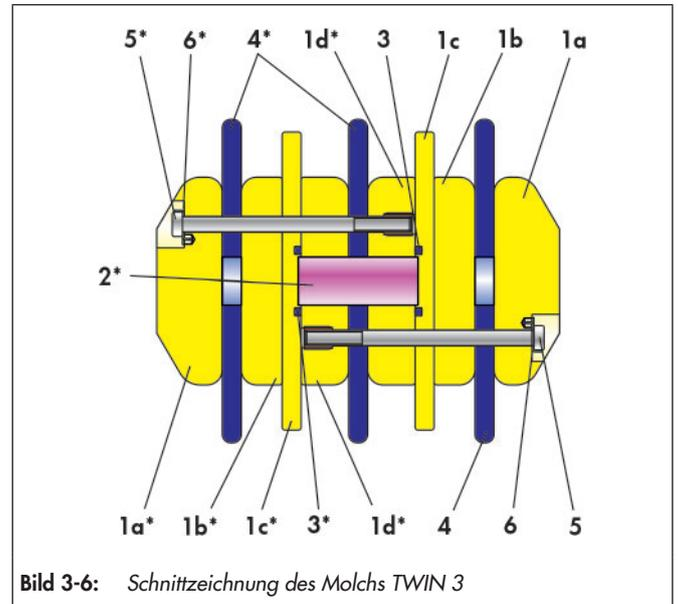

Bild 3-6: Schnittzeichnung des Molchs TWIN 3
Die in Bild 3-6 dargestellte Lage und Anordnung der Einzelteile ist bei der Montage einzuhalten.
- ⇒ Molch nach von innen nach außen montieren, vgl. Bild 3-6.